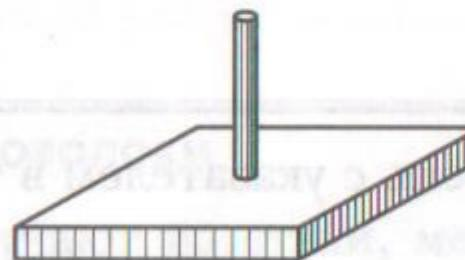

Рис. 173
1. Вставить трубку в основание (рис. 173).